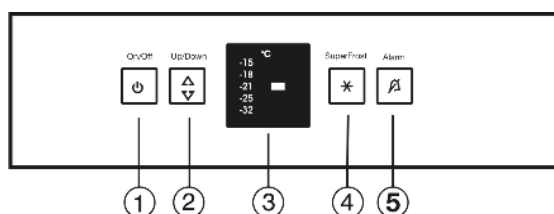

Fig. 2
- ▶ Premir o botão On/Off Fig. 2 (1).
O aviso sonoro é automaticamente desactivado, o botão de alarme Fig. 2 (5) apaga-se e o indicador de temperatura pára de piscar quando a temperatura voltar a atingir um valor suficientemente baixo.
- ▶ Premir o botão do alarme Fig. 2 (5).